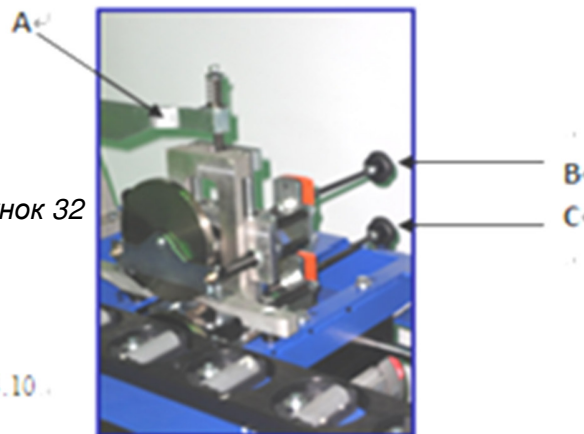

Рисунок 32
При изменении высоты подающей панели для адаптации ее к толщине панели, которая будет облицовываться, высота верхнего фрезерного узла регулируется автоматически пластиной А (рис. 32).
Осевая регулировка производится путем воздействия на две ручки □ и □ (рис. 32). Они приближают или отводят фрезы от панели.
**CAUTION** Регуляторы **B** и **C** (рис. 32) должны вращаться одновременно, и показания на индикаторах **D** и **E** должны быть одинаковыми, для обеспечения правильной формы свесов (рис. 32).
Соединительная пластина **A** (рис. 32) гарантирует, что, когда высота ременного подающего механизма изменится, верхний фрезерный узел отрегулируется автоматически, кроме того, поддержка этой пластины непрерывна, и даже когда открыт ременной подающий механизм, фрезерный узел удержится на своем месте.